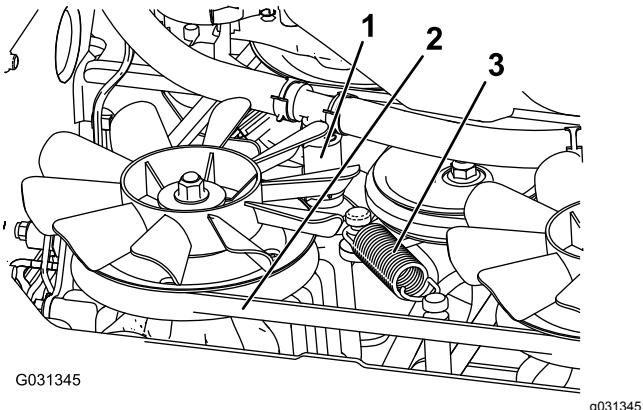

図 68
5. 下側の油圧ホースを外す図 68。
6. テンションスプリングを外す図 68。
7. クラッチとクラッチトップからデッキベルトを外す図 68。